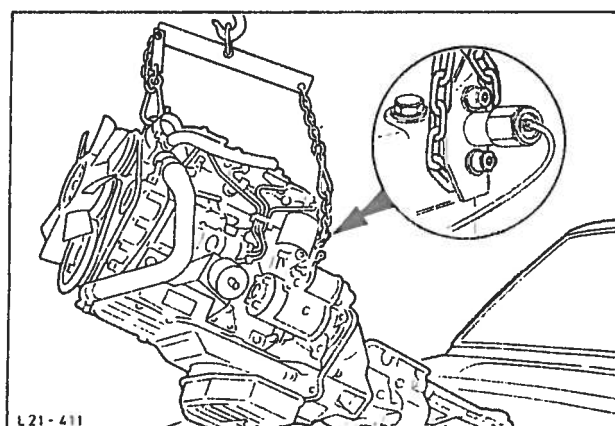

Fig. 21 Ta ut motoren ved bruk av løftekran.
16. Monter motorens løftebrakett 21-068 og løft motor og gearkasse forsiktig ut av bilen ved bruk av en kran, fig. 21.